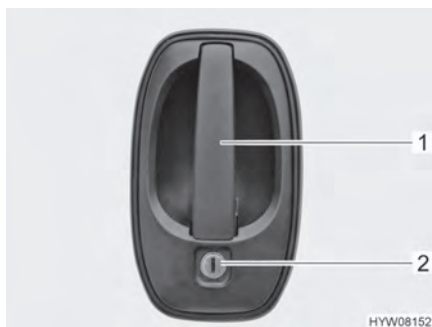

Bild 31 Dörrlås (förardörr/ingångsdörr på utsidan)
- Stick in nyckeln i låscylindern (Bild 31,2) och vrid den ända tills dörrlåset har låsts upp.
- Drag i dörrhandtaget (Bild 31,1). Dörren är öppen.
- Stick in nyckeln i låscylindern (Bild 31,2) och vrid den ända tills dörrlåset har låsts.